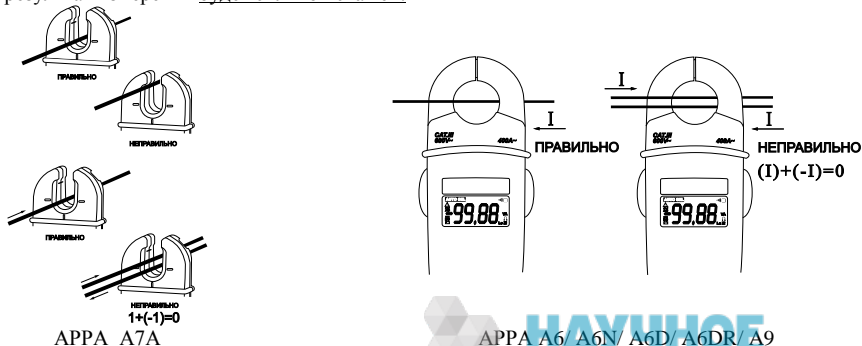

Рис. 6.1. Положение провода между губок клещей
- ✓ обхватывать клещами только один провод (см. рис. 6.1). Если обхвачено более одного провода результат измерения будет сильно искажен.
2. Обхватите клещами провод, в котором необходимо произвести измерения тока. При измерении постоянного тока, индикация на дисплее будет положительная при направлении тока от лицевой панели к тыльной стороне, как показано на рис. 6.1